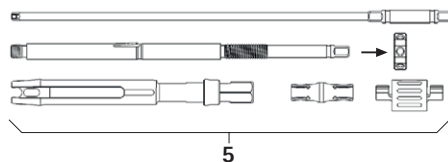

Fig. 3
- Démontez le levier de réduction percuté **5**, voir Fig. 3. Démontez entièrement le levier de réduction et dévissez l'écrou de serrage.